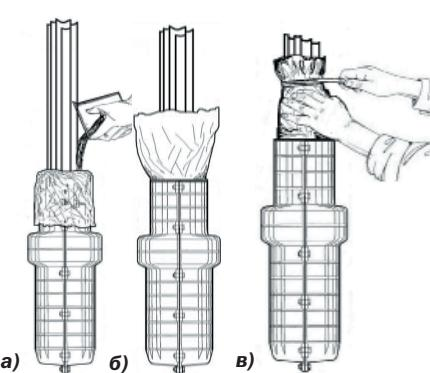

Рис. 33. Последовательность операций при заливке МПЗ:
7.5.8 Подготовленный герметик полностью заливают в горловину МПЗ (рис. 33), в пространство между пакетами. Не дожидаясь подъёма герметика, наружный пакет перевязывают, плотно прижимая пакет к пучку кабелей, входящих в муфту. При выполнении перевязки используют липкую виниловую ленту и обрезки жил кабелей.